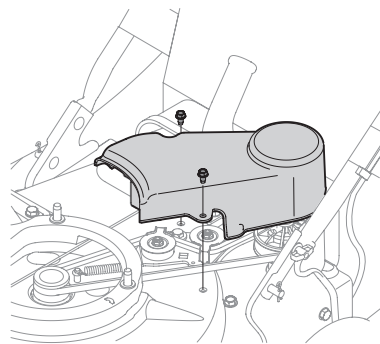

Figura 15
4. Retire los tres tornillos autosellantes que aseguran la tapa de la correa (si está equipado) y extraiga la misma. Vea la Figura 15.